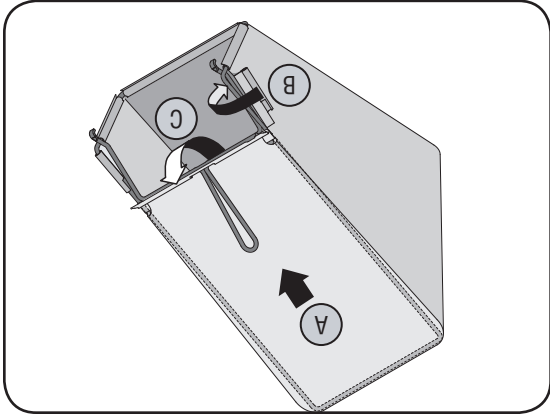

Figure 3-7
- a. Glissez le sac sur l'armature (côté en plastique noir sur le dessous). Enfoncez les crochets de l'armature dans les trous des glissières en plastique du sac à herbe. Voir la Figure 3-7.
- b. Attachez le sac sur l'armature en accrochant les glissières sur l'armature, comme à la Figure 3-7. Toutes les glissières en plastique, sauf celle du dessus du sac, s'accrochent de l'extérieur du sac. Le haut du sac s'attache de l'intérieur de celui-ci.